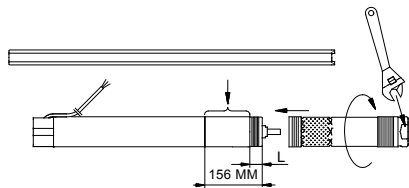

Рис. 6
1. Встановити електродвигун в лещатах в горизонтальному положенні та зажати його, див. рис. 6.
4. Привернути безпосередньо насос к до електродвигуна 55 (Нм). **Увага:** Вал насоса має ввійти у зчеплення з валом електродвигуна. Для цього можна використовувати лиски на поверхні насоса, спеціально призначені для захвату його в цьому місці гайковим ключем, див рис. 6.